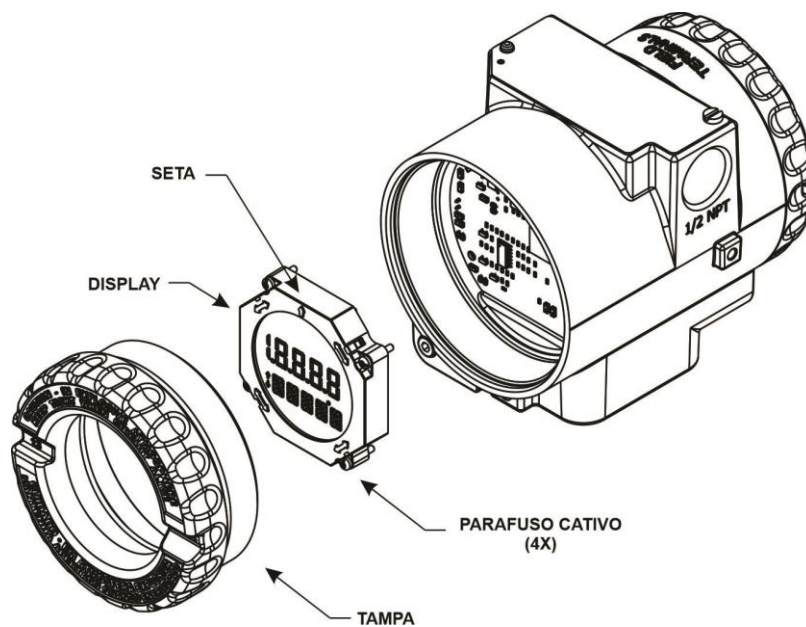

Figura 1.27 – Mudando a posição do display
2. Solte os quatro parafusos do display e gire-o para a posição desejada. A seta moldada na peça indica a posição de leitura. Veja figura 1.27.